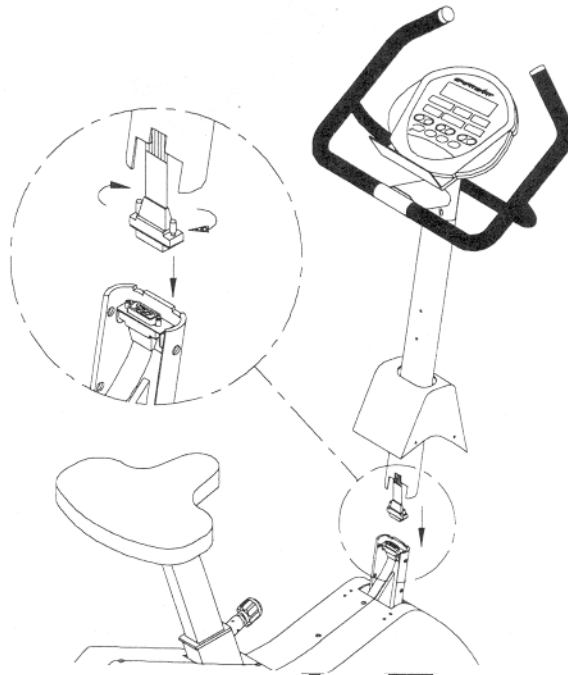

Fig.2
4. Pak de 16 pins kabel connector die in de stuurstang zit en verbind deze met de connector die in het frame zit. Sluit de connectors op elkaar aan door de draaiknoppen tegen de klok in te draaien (zie fig. 2).